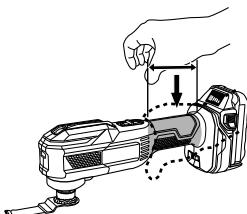

Fig. 1
3. Maintenez toujours fermement l'outil avec une main sur le logement (Fig. 1). Ne pas toucher la partie en métal